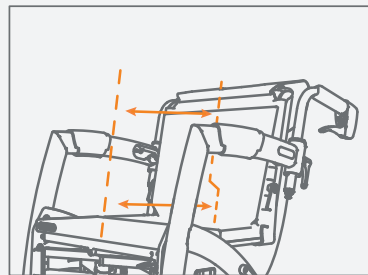

Figura 46: Dos correas inferiores aflojadas.
- d. En la mayoría de los casos, los neumáticos inferiores se ajustarán más flojos que los dos superiores (**Figura 46**). Coloque la correa de velcro de manera que la pelvis del usuario esté en posición vertical y el respaldo apoye bien la espalda.